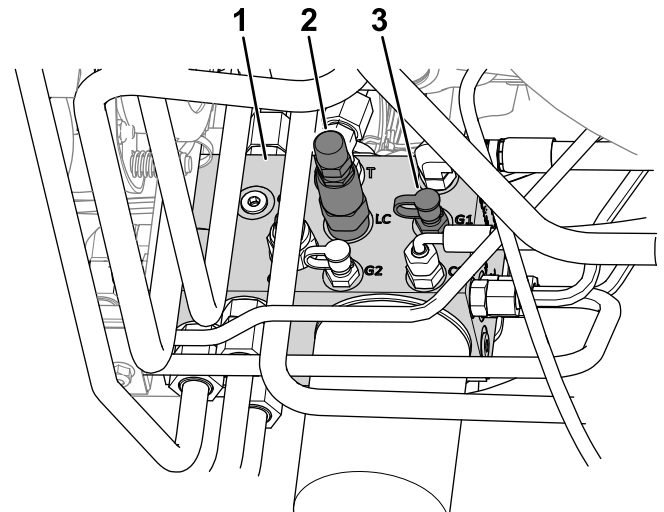

Figura 24
- Collegate un manometro alla porta diagnostica (con l'etichetta G1; fate riferimento a Figura 24).
- Corsore di trasferimento del peso (LC)
- Sul lato del collettore di sollevamento, rimuovete il cappuccio dalla porta diagnostica (con l'etichetta G1; fate riferimento a Figura 24).
- Allentate il controdado all'estremità del cursore di trasferimento peso (con l'etichetta LC; fate riferimento a Figura 24)